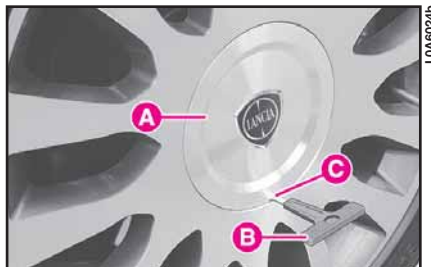

fig. 9
10) en las versiones con llantas de aleación, quite el embellecedor de la rueda **A** (fig. 9) montado a presión, retirándolo con la herramienta **B** introducida en el alojamiento **C**. En las versiones con llantas de acero, quite el embellecedor de la rueda **A** (fig. 10) montado a presión;